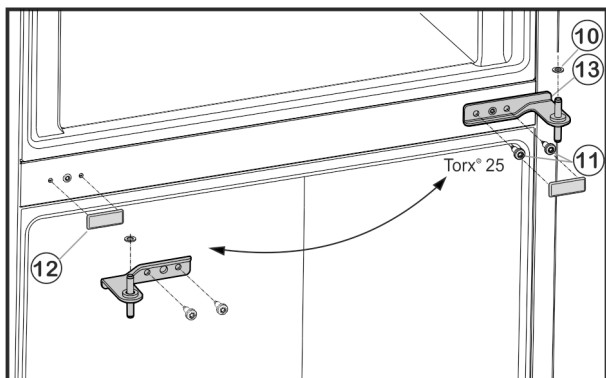

Fig. 6
- ▶ Odšroubujte upevňovací šrouby Fig. 6 (11) (2 x Torx® 25) a stojan ložiska uprostřed vytáhněte ze spodních dvířek.
- ▶ Vyjměte plastovou podložku Fig. 6 (10).
- ▶ Kryt Fig. 6 (12) opatrně stáhněte.
- ▶ Kryt Fig. 6 (12) opět nasadte na protilehlé straně.
- ▶ Prostřední stojan ložiska Fig. 6 (13) otočený o 180° nasadte do spodních dvířek a našroubujte jej pomocí upevňovacích šroubů Fig. 6 (11) (2 x Torx® 25) pevně na novou stranu závěsu dveří (**4 Nm**).
- ▶ Opět nasadte plastovou podložku Fig. 6 (10).
- ▶ Horní dvířka usadte na prostředním ložiskovém čepu Fig. 6 (13).